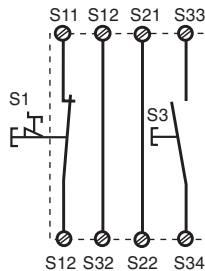

Fig. 3: Circuito de entrada monocanal, rearme supervisado/Circuito di ingresso monocanale, start controllato/Eenkanalig ingangscircuit, bewaakte start
- Figs. 3, 4, 5, 6, 8: **sin** conexión S11-S14
- Fig. 3, 4, 5, 6, 8: **nessun** collegamento S11-S14
- Fig. 3, 4, 5, 6, 8: **geen** verbinding S11-S14